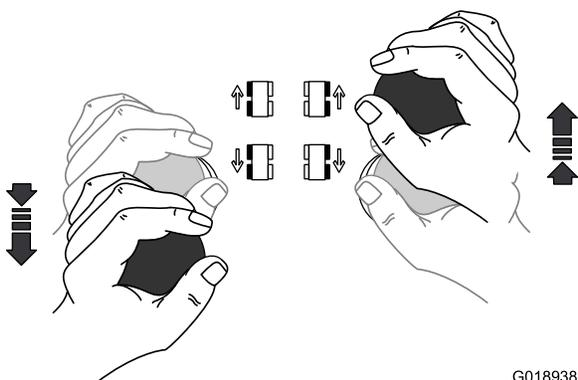

Figure 41
- Pour faire tourner la machine **à gauche**, saisissez les deux leviers de commande de déplacement, et tirez le levier gauche en arrière et poussez le levier droit en avant (Figure 41).